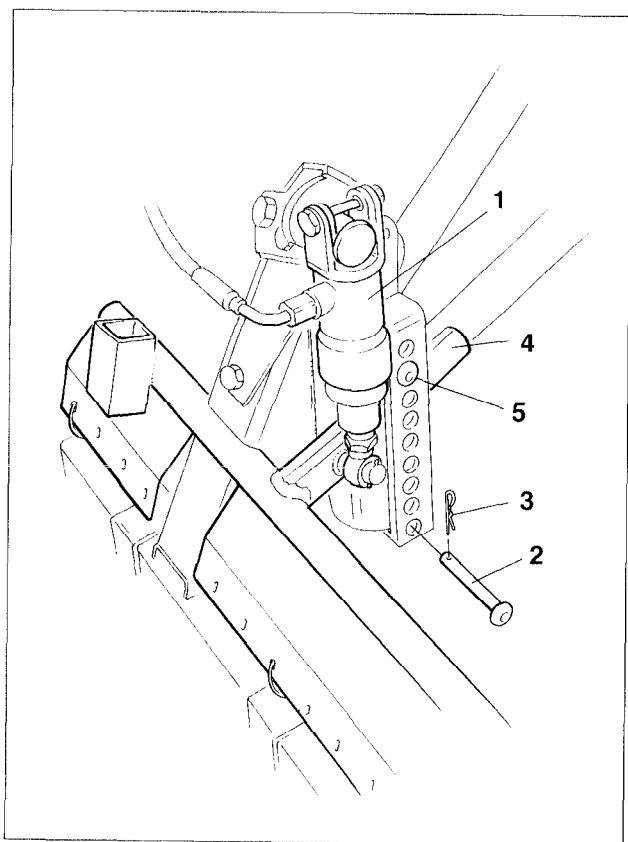
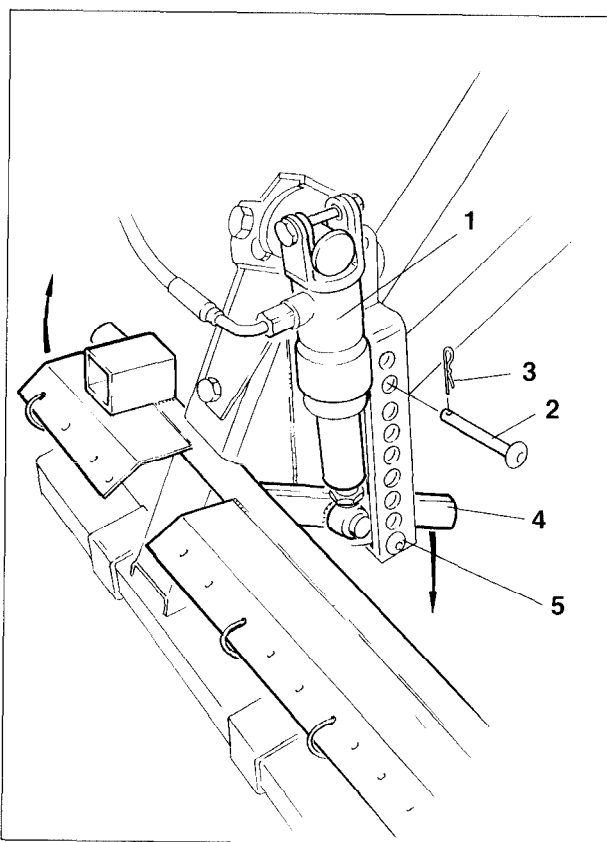

Fig. 11.7
Fig. 11.8
Beim Wechsel von normalem Boden auf schweren Boden und umgekehrt wird der Striegeldruck von einem Hydraulikzylinder (Fig. 11.7/1) verstellt, der mit einem einfach wirkenden Steuerventil in der Schleperkabine zu bedienen ist.
Zwei Bolzen (Fig. 11.7/5 und Fig. 11.8/5) stecken als Anschlag des Hydraulikzylinders im Verstellsegment. Der Anschlag (Fig. 11.7/4) liegt am Bolzen (Fig. 11.7/5) an, wenn der Hydraulikzylinder drucklos ist, und am Bolzen (Fig. 11.8/5) an, wenn der Hydraulikzylinder mit Druck beaufschlagt wird. Schließen Sie die "Anschlußeinheit II" am Schlepper an ein einfach wirkendes Steuerventil an.
- Hydraulikzylinder (Fig. 11.8/1) mit Druck beaufschlagen.
- Bolzen (Fig. 11.8/2) in eine Bohrung im Verstellsegment oberhalb des Anschlages (Fig. 11.8/4) einstecken und mit einem Federstecker (Fig. 11.8/3) sichern.
- Hydraulikzylinder (Fig. 11.7/1) drucklos machen.
- Bolzen (Fig. 11.7/2) in eine Bohrung im Verstellsegment einstecken und mit einem Federstecker (Fig. 11.7/3) sichern.